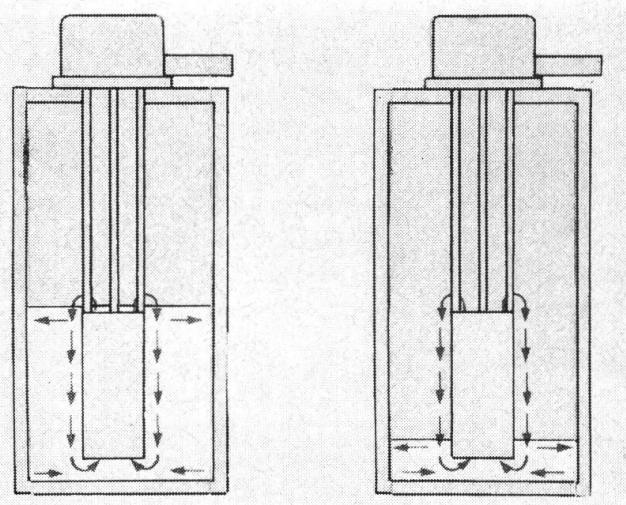

Abb. 19: Strömung der Milch am Zylinder (rechts zu wenig tief eingetaucht).
- zu geringe Eintauchtiefe erhöht die Gefahr der Butterung und Eisbildung, deshalb soll der Kühlzylinder erst eingeschaltet werden, wenn der Verdampfer ganz mit Milch bedeckt ist (Schaumbildung ist als ein Warnzeichen zu betrachten) (Abb. 19)